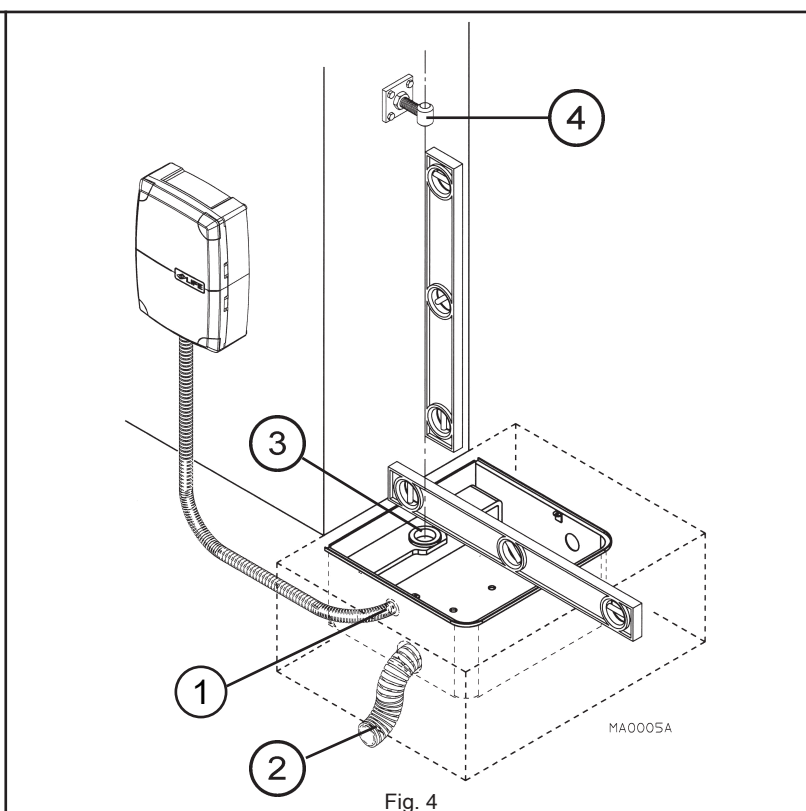

Fig. 4
- Posizionare la cassa di fondazione all'interno dello scavo come indicato in fig. 4.
- Collegare il condotto per il passaggio dei cavi elettrici in uscita dal motoriduttore all'apposito foro sul fianco della cassa (1 fig. 4).
- Collegare il condotto per il drenaggio dell'acqua al foro di scarico sul fondo della cassa (2 fig. 4).
- Place the foundation box inside the hole as shown in fig. 4.
- Connect the pipe for the electric wires from the operator to the relevant hole on the side of the box. (1 fig. 4).
- Connect the water drainage pipe to the drain hole on the bottom of the box. (2 fig. 4).
- Расположить контейнер основания внутри траншеи, как это показано на рис.4.
- Подсоединить кабель канал электрических проводов к выходу из редукторного мотора через специальное отверстие на боковой стороне контейнера. (1 рис. 4).
- Подвести и подсоединить дренажную трубу к сливному отверстию для воды на дне контейнера (2 рис. 4).
- g) Controllare che la bronzina flangiata della cassa (3 fig. 4) sia perfettamente allineata al cardine superiore dell'anta (4 fig. 4).
- i) Verificare la messa in bolla e il livellamento della cassa (fig. 4).
- g) Check that the flanged bearing on the box (3 fig. 4) is perfectly in line with the upper hinge on the gate (4 fig. 4).
- i) Check that the box is perfectly level (fig. 4).
- h) Убедиться, что контейнер расположен по уровню (рис. 4).